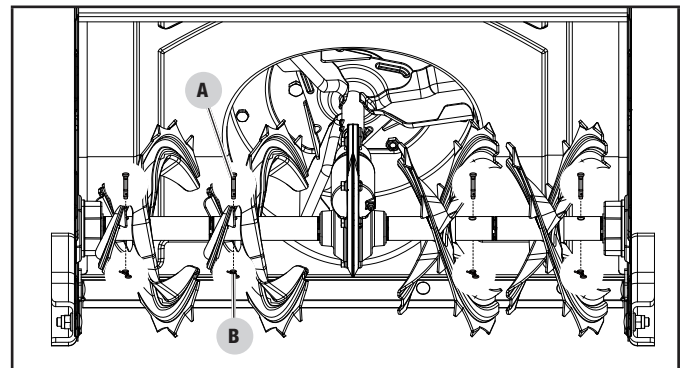

Figure 28A
Le logement de la tarière est illustré à la figure 28A. Les tarières sont fixées à leur entraînement à l'aide de chevilles de cisaillement (A) et d'agrafes (B). Si la vis sans fin heurte un corps étranger ou un embâcle, la souffleuse est conçue de façon à ce que les goupilles de blocage puissent cisailer.